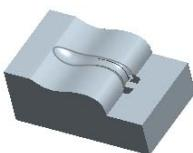

图 6.12 着色后的下半部分体积块
Step5. 系统弹出“属性”对话框，同时模型中的体积块的滑块变亮，在该对话框中单击 着色 按钮，着色后的体积块如图 6.12 所示。然后在对话框中输入名称 lower_vol，单击 确定 按钮。